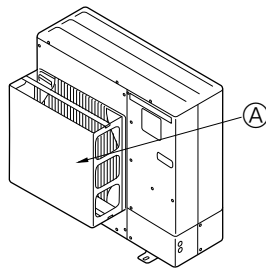

Fig. 2-3
- ② Установите дополнительный воздуховод, если прибор установлен в месте, где сильный ветер от тайфуна и т.д. может попадать непосредственно в вентиляционную решетку. (Fig. 2-3)